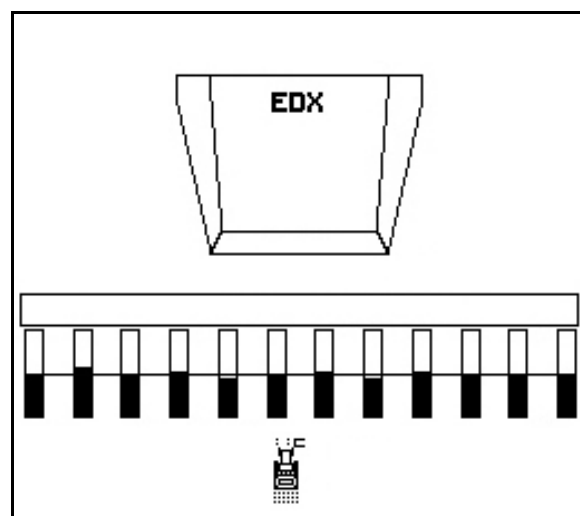

Fig. 61
1.  Présélectionnez la fonction obstacle (Fig. 61).